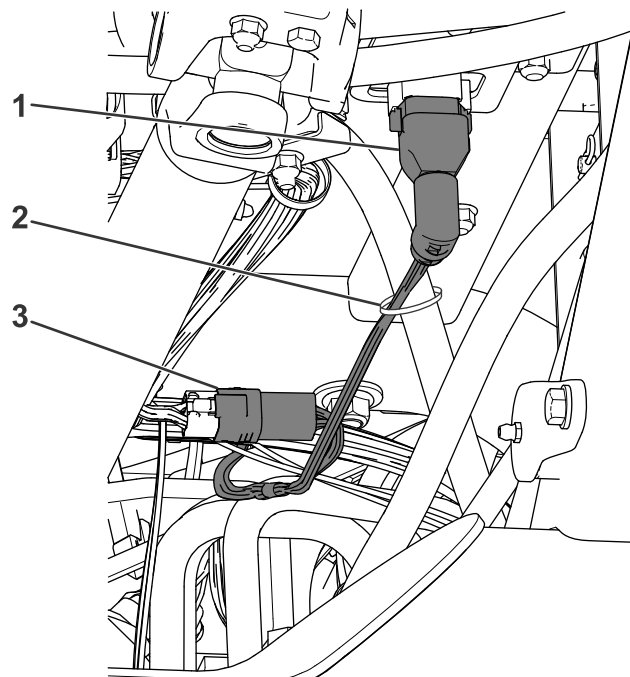

Figura 5
1. Enchufe el conector de 90° en la parte inferior del módulo del sensor (Figura 5).
2. Enrute el arnés de cables hacia atrás y enchufe el segundo conector en el arnés de cables de la máquina (Figura 5).
4. Sujete el arnés al tubo hidráulico con una brida, como se muestra en la Figura 5.